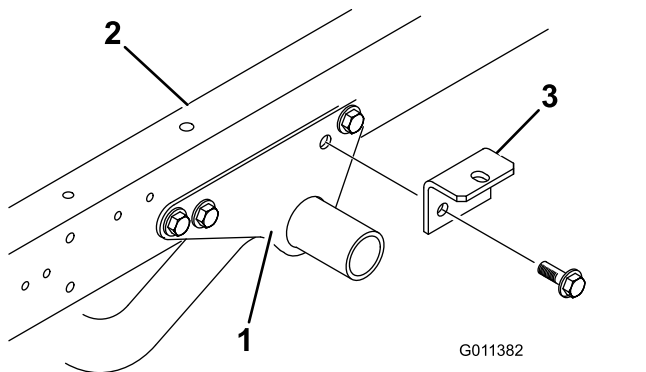

图5
1. 卸下将各个发动机架安装支架的后部固定到工作车机架各侧的 2 个凸缘头平头螺丝和凸缘锁紧螺母图5。
2. 使用之前卸下的 2 个凸缘头平头螺丝和凸缘锁紧螺母将附件支架松松地固定到各发动机架安装支架上图5。